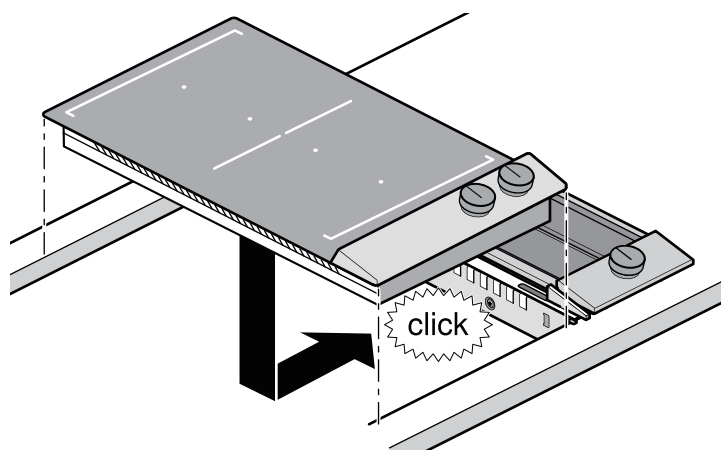

図 6
5. 他の Vario 機器とジョイントモールを組み込みます。( 図 6 )